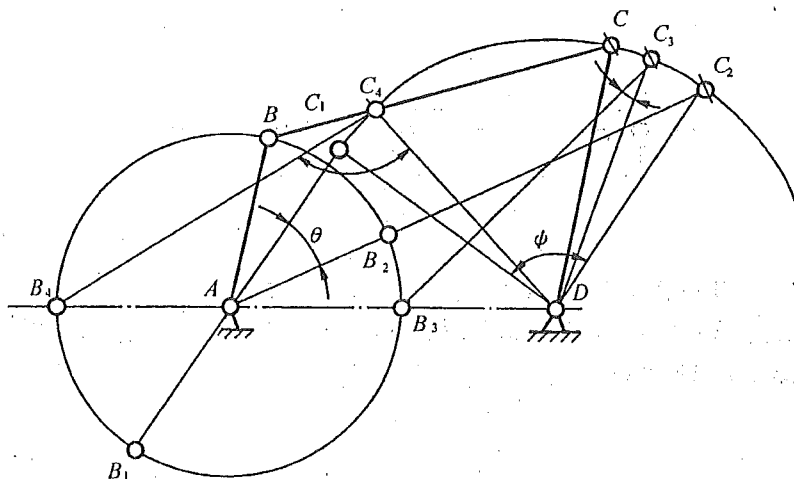

图 2-8
(3)有急回特性。极位夹角的求法见图 2-8 所示;  $K = \frac{180^\circ + \theta}{180^\circ - \theta}$ 。
(4)如图 2-8 所示,当曲柄  $AB$  和机架  $AD$  重合的时候,即曲柄  $AB$  和机架  $AD$  的夹角为  $0^\circ$  或者  $180^\circ$  时,有两个传动角  $\angle B_3 C_3 D$  和  $\angle B_4 C_4 D$ ,那么机构的最小传动角  $\gamma_{\min}$  就为  $\angle B_3 C_3 D$  和  $180^\circ - \angle B_4 C_4 D$  中的最小者;而  $\alpha_{\max} = 90^\circ - \gamma_{\min}$ 。